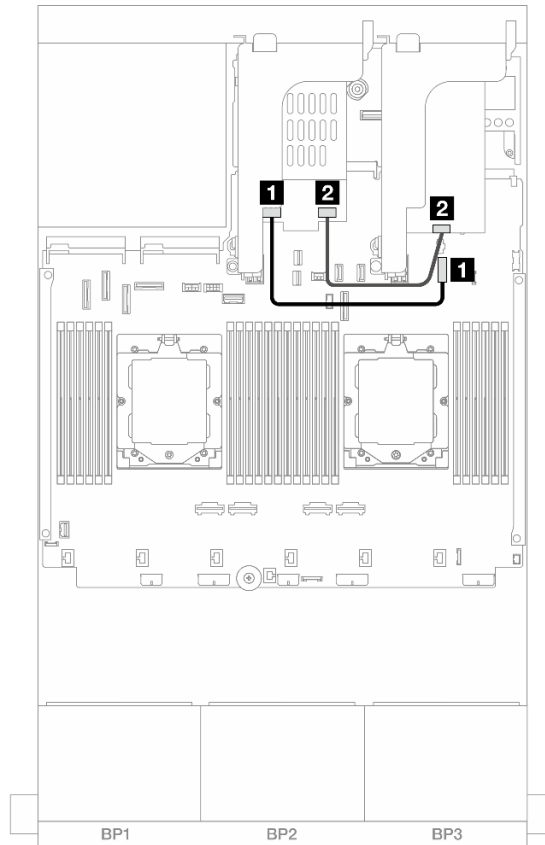

Рис. 308. Прокладка кабелей для RAID
- Рис. 308 «Прокладка кабелей для RAID» на странице 335